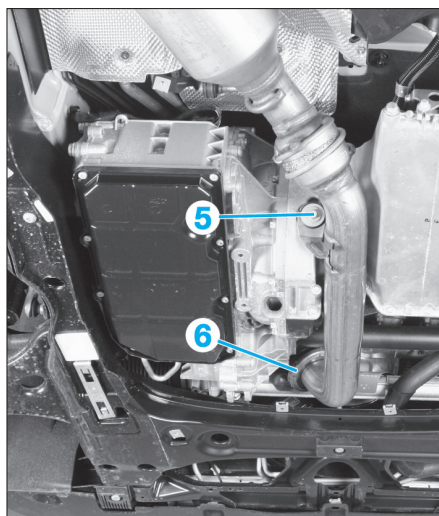

FIG. 5
- Déposer la vis (5) et le collier (6) (Fig.5).